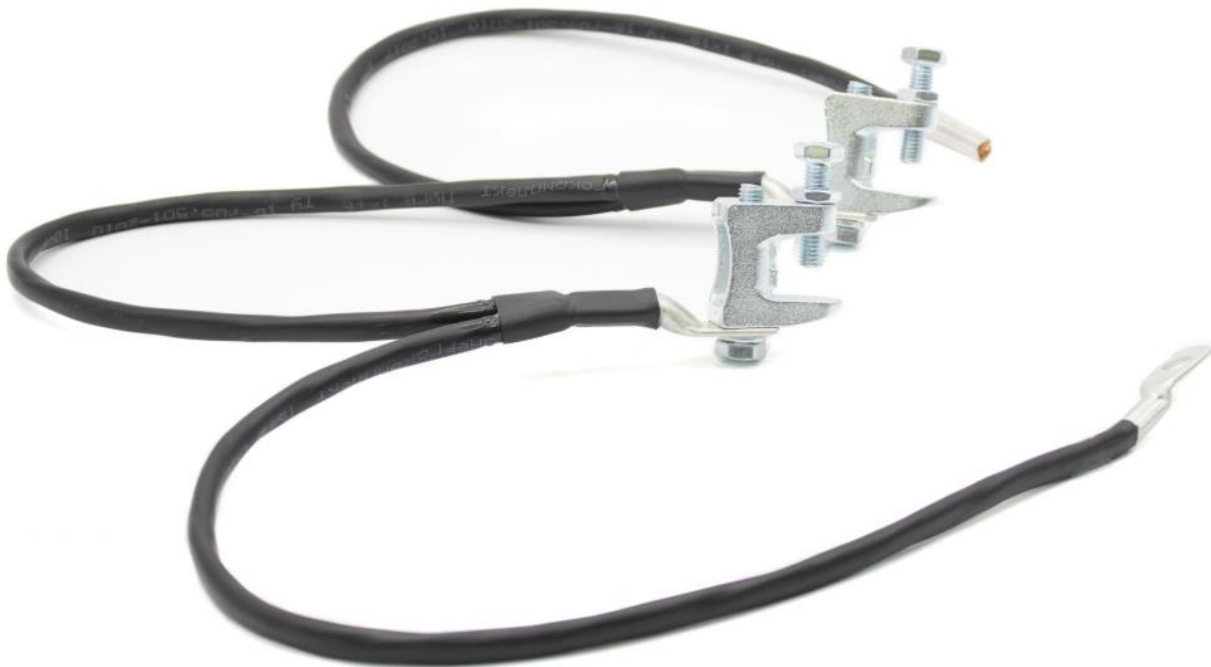

Рис. 1. Внешний вид универсальных повторных заземлителей.
- Внешний вид универсальных повторных заземлителей представлен на рис. 1.